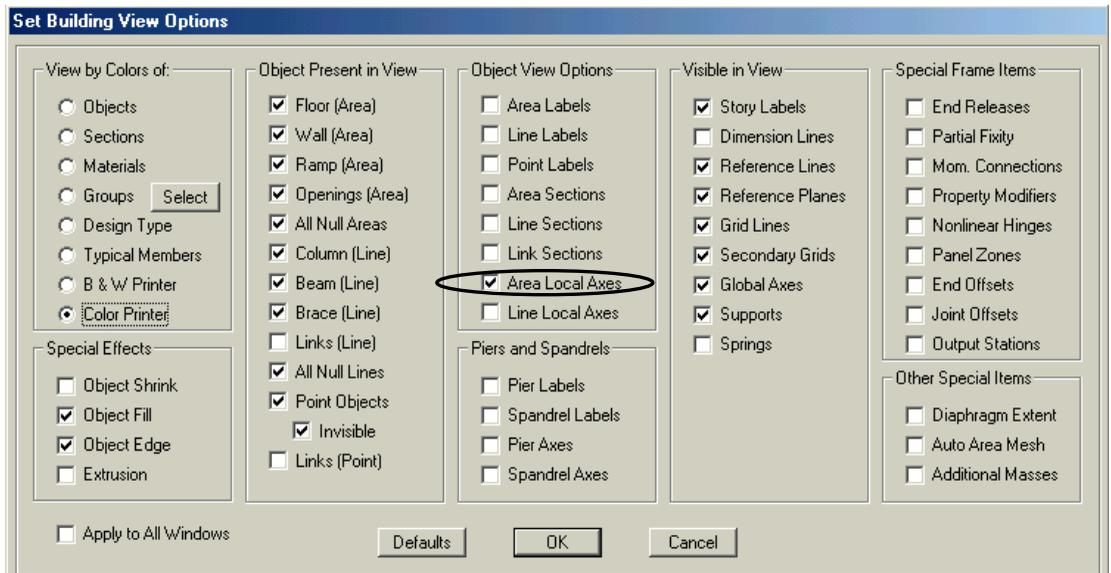

Figura 37 Formulario Set Building View Options
B. Hacer Click en el comando **view menu>SetBuilding View Options** o en el botón **Set Building View Options**  para presentar el formulario Set Building View Options mostrado en la figura 37.